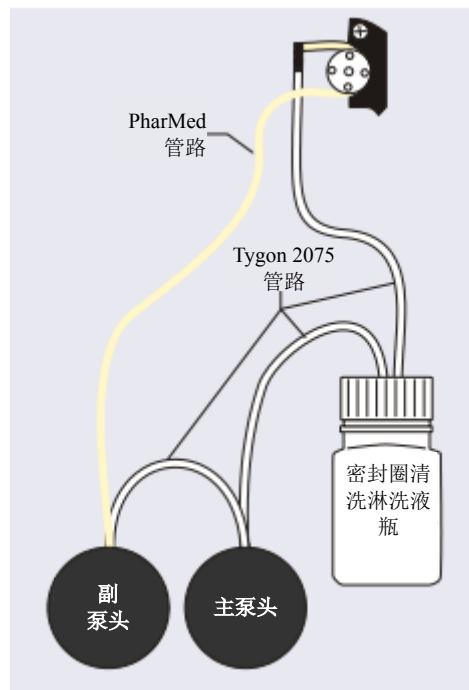

图 10-11. 柱塞杆密封圈清洗管路连接
6. 从密封圈清洗淋洗液瓶及主和副泵头上拉出所有密封圈清洗管路（见图 10-11）。
8. 将新的管路连接至密封圈清洗淋洗液瓶和泵头（见图 10-11）。